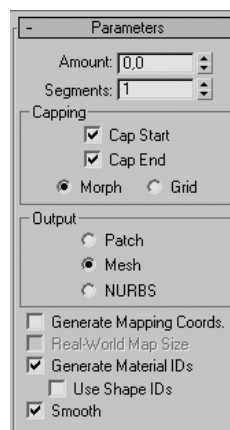

Рис. 3.45. Свиток параметров **Extrude**
2. Примените модификатор **Extrude**. Появится соответствующий свиток (см. рис. 3.45).